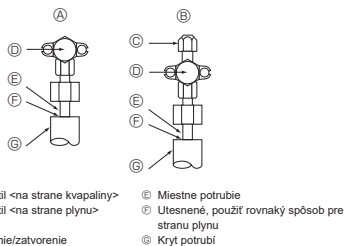

Fig. 4-4
4.4. Metóda skúšania vzduchotesnosti chladivového potrubia (Fig. 4-4)